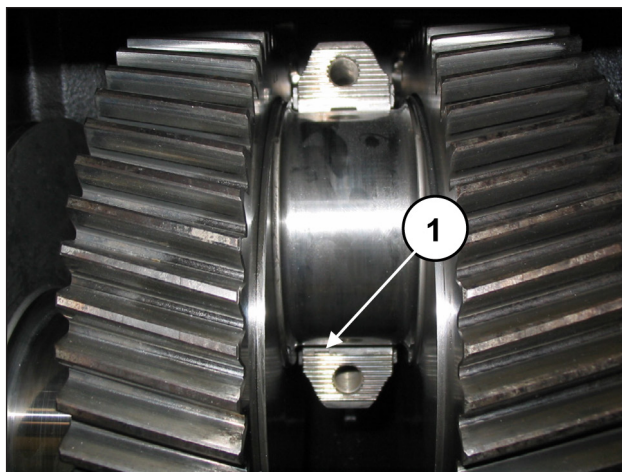

Рис. 82
Для того чтобы сборка была правильной, проверьте, находится ли контрольная шпонка полуподшипников в специальном посадочном месте на половинке шатуна (поз. ①, Рис. 82).